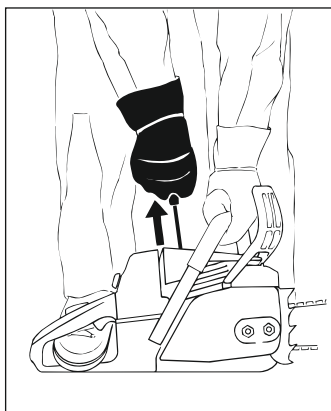

Рис. 58
- Правой рукой медленно вытянуть пусковую рукоятку до упора – а затем резко протянуть ее – при этом, отжать вниз трубчатую рукоятку – трос не вытаскивать до конца – опасность разрыва! Не позволяйте рукоятке запуска быстро вернуться в исходное положение – отвести рукоятку вертикально, чтобы трос запуска правильно намотался (рис. 58). При первом вводе в эксплуатацию либо после длительного простоя может понадобиться несколько протяжек пускового троса – пока не будет подаваться достаточно топлива.